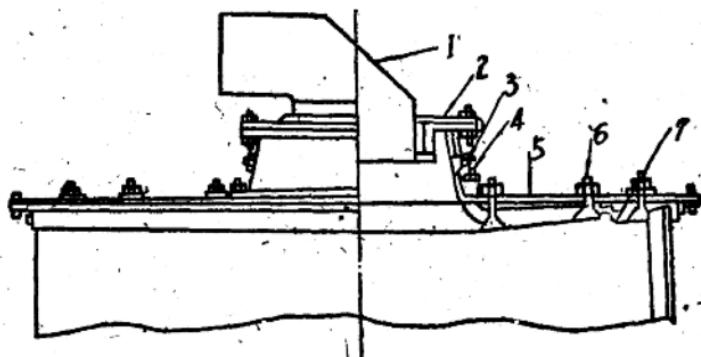

图 2 磨头进料端
2. 直接进入进料端。此种进料头是由下料口经过一圆筒形进料头直接进入磨内，圆筒形进料头内镶有衬板，借螺丝与进料头连接，且同时运转。如图2所示：